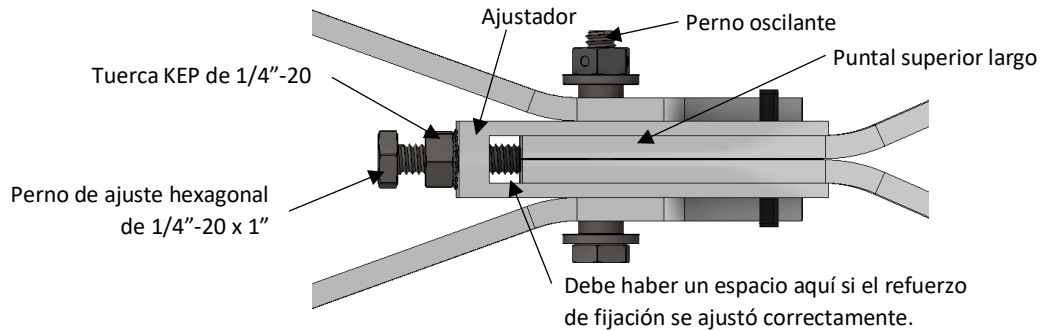

Figura 2
3. Use una llave de 7/16" para aflojar la tuerca KEP de 1/4"-20 en el soporte de ajuste del primer ensamble del refuerzo de fijación que reemplazará como se indica en la figura 2.
4. Afloje el perno hexagonal 1/4"-20 x 1" (figura 2) hasta aliviar la tensión en el ensamble del refuerzo de fijación y la junta oscilante del ensamble se mueva libremente.
1. Con el banco plegable de aluminio WAL-BOARD® boca abajo sobre una superficie plana y nivelada, y los ensambles de la pata permanente totalmente abiertos, ubique el ajustador en uno de los ensambles del refuerzo de fijación que se indican en la figura 2.
2. Con el ensamble de la pata permanente en su posición totalmente abierta, afloje la tuerca KEP de 1/4"-20 con algunas vueltas como se indica en la figura 2.
3. Al tiempo que mantiene la junta oscilante central del ensamble del refuerzo de fijación en su posición totalmente extendida, enrosque el perno de ajuste hexagonal de 1/4"-20 x 1" hasta que el extremo roscado del perno esté ajustado manualmente contra el extremo de los puntales superiores largos como se indica en la figura 2.